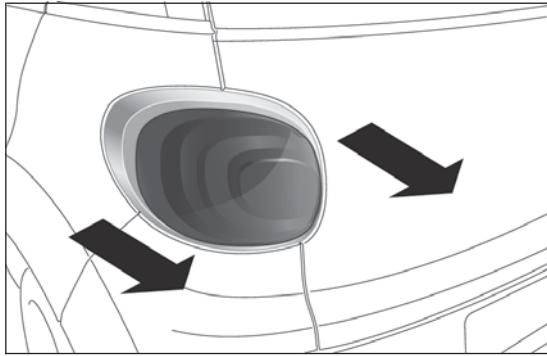

fig. 184
- estrarre il gruppo ottico sfilandolo con entrambe le mani nel senso indicato dalla frecce fig. 184;